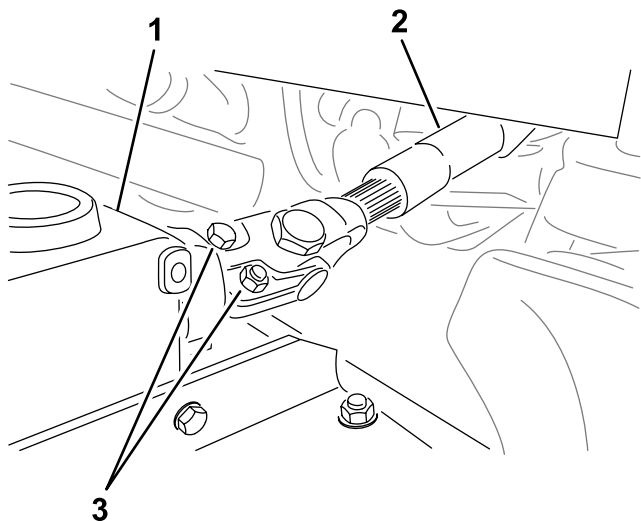

Figura 21
5. Retire los pernos y las tuercas del eje de la TDF (Figura 21) y deslice la horquilla para sacarla de la caja de engranajes.